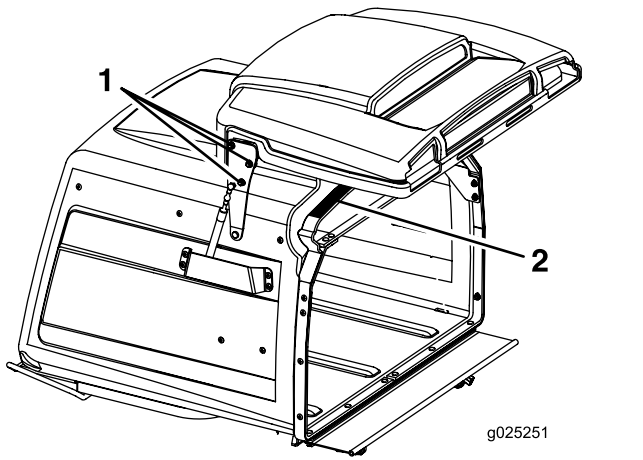

Bild 66
3. Lösen Sie die sechs Muttern am Klappenscharnier (**Bild 66**).
4. Öffnen Sie die Klappe und legen einen Gummistreifen ($\frac{3}{8}$ ") oder Schlauch ($\frac{3}{8}$ ") zwischen den Füllkasten und die Füllkastenklappe (**Bild 66**).